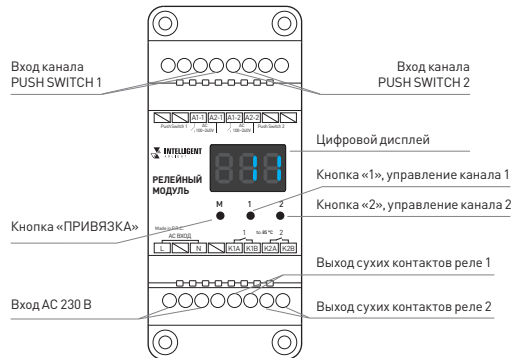

Рис. 2. Назначение элементов питания и управления модуля
- 3.3. Ознакомьтесь с назначением элементов питания и управления модуля (см. рис. 2).